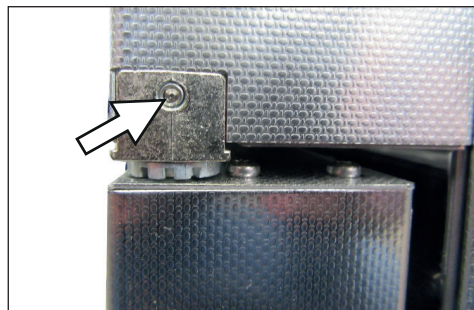

Abb. 17 Madenschraube
1. Madenschraube auf der Stirnseite des Türscharniers mit Innensechskantschlüssel Gr. 2 öffnen (Abb. 17).